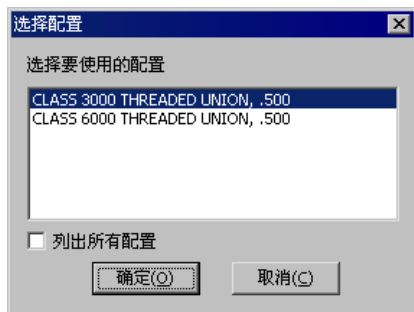
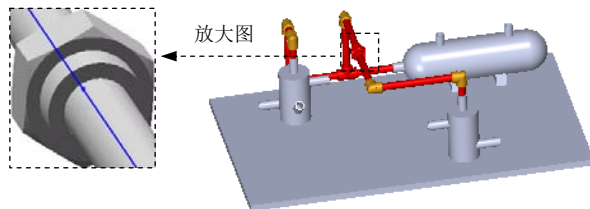

图 11.9.11 “选择配置”对话框
图 11.9.12 连接管的添加
Step2. 添加连接管。打开设计库中的 \routing\piping\threaded fittings (npt) 文件夹，选择 threaded union 接头为拖/放对象；将接头拖到图形区域中的分割点处；系统弹出“选择配置”对话框，如图 11.9.11 所示，选择 **CLASS 3000 THREADED UNION, .500** 配置，单击 **确定(O)** 按钮，完成图 11.9.12 所示的连接管的添加。